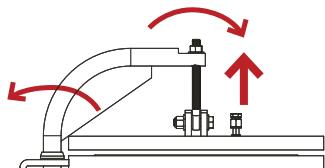

図 13.
2. ダビットアームに付いているボルトを時計回りに回してハウジングの上部フランジを持ち上げます (図 13)。
8. ダビットアームに付いているボルトを時計回りに回してハウジングの上部フランジを持ち上げます (図 13)。